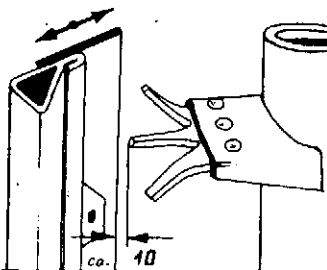

Abb. 28
53. Am Streurahmen sind Verstellbleche vorgesehen. (Abb. 28). Bei Langstrohmist sind diese Bleche zu entfernen bzw. der Abstand 10 mm ist zu vergrößern.
53) Adjustable baffles are installed on the spreader frame (Fig. 28). When using manure with long straws, these baffles must be removed, or the gap of 10 mm must be increased.
53. Sur le cadre de distribution des tôles réglables sont prévues (fig. 28). En cas de fumier à longue paille, enlever ces tôles ou augmenter la distance qui est de 10 mm.
53. Aan het strooiraam zijn stelplaten voorzien (fig. 28). Bij langstroomest moet de afstand van 10 mm groter gemaakt worden of moeten zelfs de platen weggenomen worden.